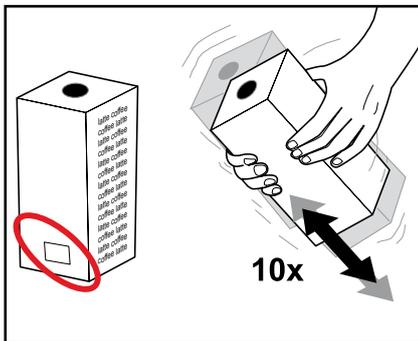

Abb. 18
Lesen Sie die Hinweise auf der Produkt-Packung. Benutzen Sie keine beschädigten Produkt-Packungen. Benutzen Sie keine Produkt-Packung mehr, deren Haltbarkeitsdatum abgelaufen ist. (Abb. 18)
3. Schütteln Sie die Produkt-Packung mindestens 10 x. (Abb. 18)